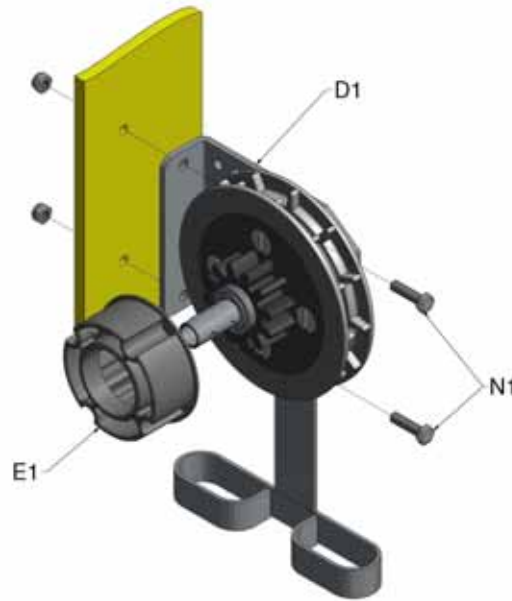

*Abb. 3 - Positionierung der oberen Haltewinkel*
- Benutzen Sie die gelbe Vorlage (R1), um die M8-Befestigungslöcher für die beiden oberen Haltewinkel zu bohren. Die maximal empfohlene Überlappung bei Pfostenanbringung (Antriebsende) = 150mm, bei Pfostenanbringung (Freies Ende) = 100mm und bei Anbringung unter Sturz = 175mm (Abb. 3). Es ist unbedingt darauf zu achten, dass die oberen Haltewinkel aufrecht und auf gleicher Höhe angebracht werden.
**ACHTUNG:** Um Materialabreibung bzw. Verschleiss zu verhindern, sollte die Überlappung von Winkelseite und Befestigungskante nicht die in Abb. 3 gezeigten Maße überschreiten. Falls die Überlappung diese empfohlenen Werte überschreitet, sorgen Sie bitte dafür, dass keine scharfen Objekte am Gebäude das Material beschädigen können, und dass raue Oberflächen wie z.B. Beton, durch PVC-Streifen oder Ähnliches geschützt sind.